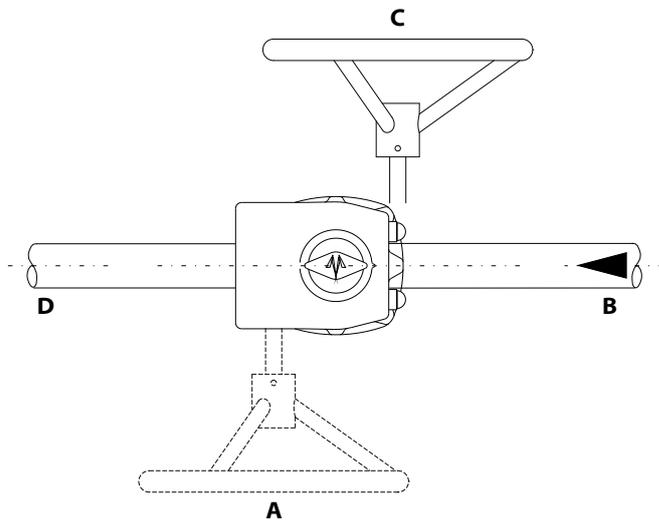

Bild.3-1
3. Wählen Sie die gewünschte Aufbauposition (A or C) aus den möglichen in der (→ Fig.3-1) gezeigten Positionen. Stellen Sie das Getriebe auf die Welle der Armatur und lassen das Getriebe in die endgültige Position auf der Armatur gleiten.